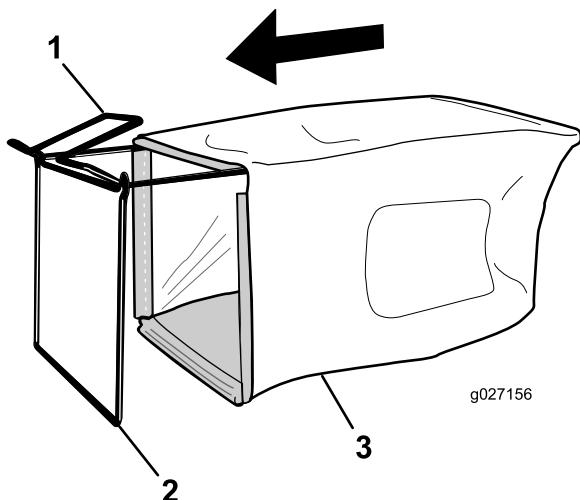

Figure 11
Remarque: Ne faites pas passer le bac sur le guidon (Figure 11).
1. Glissez le bac sur l'armature, comme montré à la Figure 11.